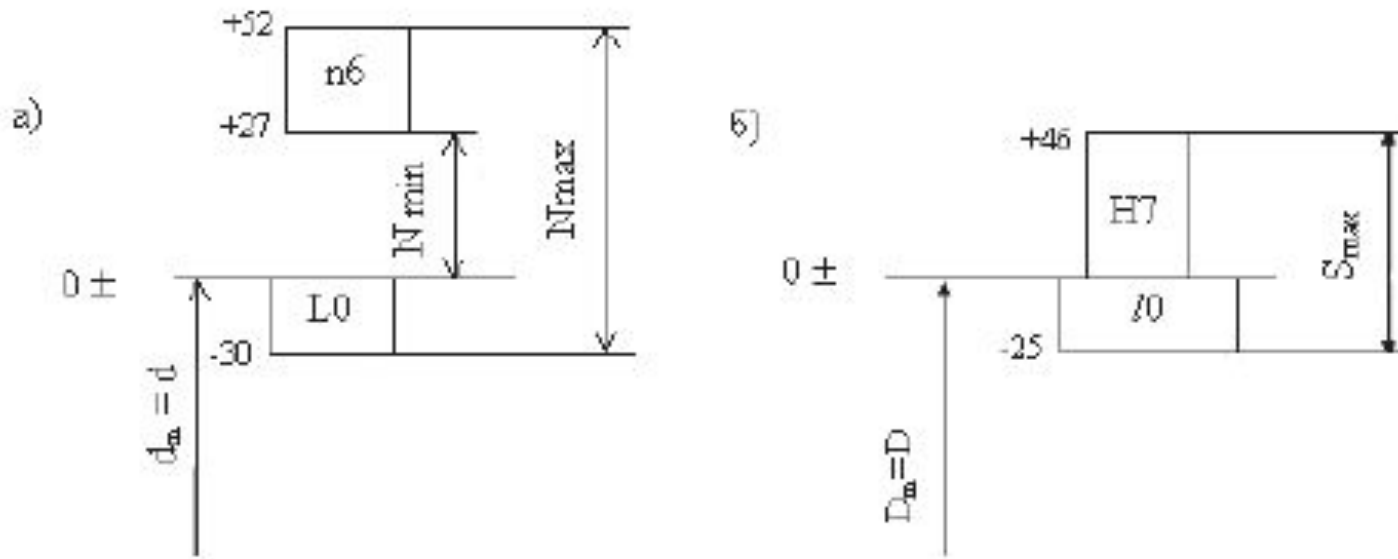

Рис. 2.4. Поля допусков деталей подшипникового соединения:
8) Построим схемы полей допусков деталей подшипникового соединения, обозначим зазоры и натяги (рис. 2.4).